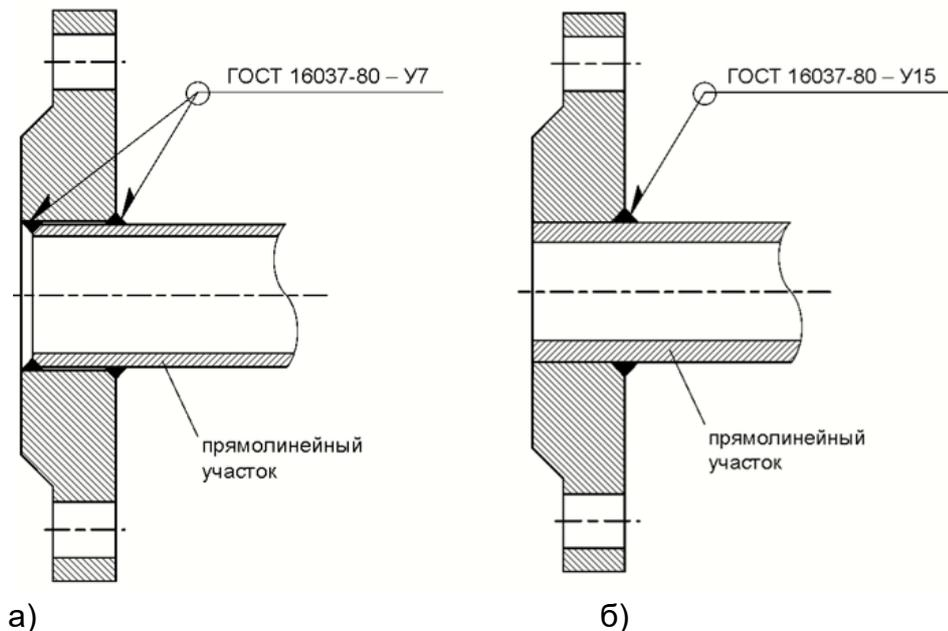

Рис.4. Сварка фланцев с прямыми отрезками трубопровода.
- 3.3.2.2. При изготовлении сборно-сварной конструкции используются плоские приварные фланцы по ГОСТ 33259 на давление 2,5 МПа. Сварка фланцев с прямыми отрезками труб (рис.4) осуществляется в соответствии с ГОСТ 16037.
При сварке фланца, приведенного на рис.4б, используются трубы сортамента по ГОСТ 8732 и ГОСТ 8734 только из табл.3.